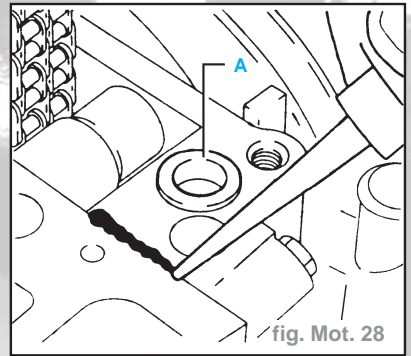

fig. Mot. 28
- Reposer la vis dans le tendeur de chaîne (B) avec quelques rotations.
- Placer sur les surfaces côté gauche et côté droit, entre le carter de distribution et le bloc-cylindres, un cordon de mastic-frein de **3 mm** de largeur environ (fig. Mot. 28).
- Reposer la bague d'étanchéité en caoutchouc (A) de la canalisation d'arrivée d'eau dans l'évidement du carter de distribution.